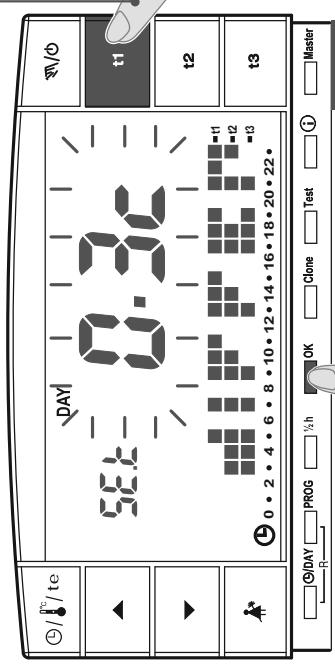
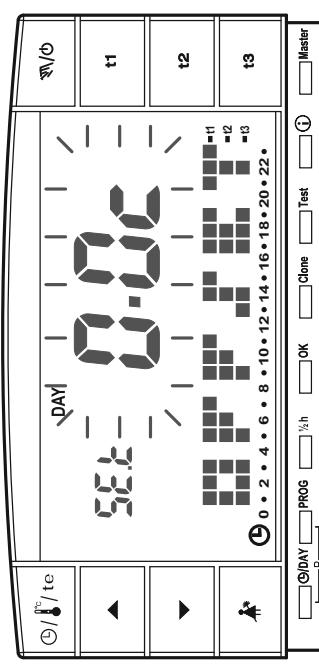

fig. 38
fig. 39
• Tenere premuto il tasto **t1** fino alla comparsa della **scritta lampeggiante** del valore impostato per il Differenziale (esempio in fig. 38 - impostazione di fabbrica **0,3°C**).
• Premere **OK** (fig. 38) per passare all'impostazione della correzione (Offset) (fig. 39).